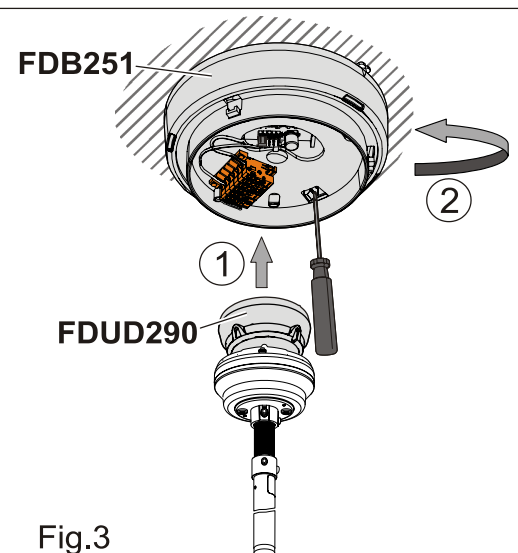

Fig.3
- Press the lock with a screwdriver (Fig. 3).
- Drücken Sie mit einem Schraubendreher gegen die Verriegelung (Fig. 3).
- Appuyez sur le verrouillage avec un tournevis (Fig. 3).
- Presione con un destornillador el bloqueo (Fig. 3).